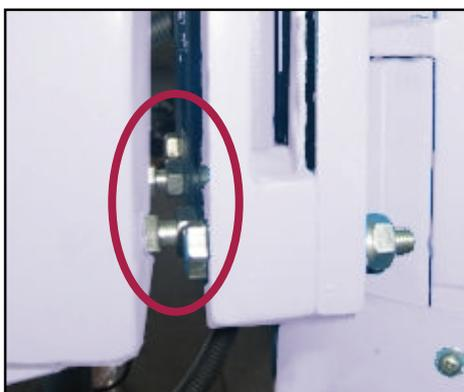

Figura 11 – Dettaglio bulloni (2)
4. Sbloccare i controdadi e avvitare i bulloni (2), che premono contro la parte posteriore della testata (figura 11), utilizzando una chiave per dadi esagonali.